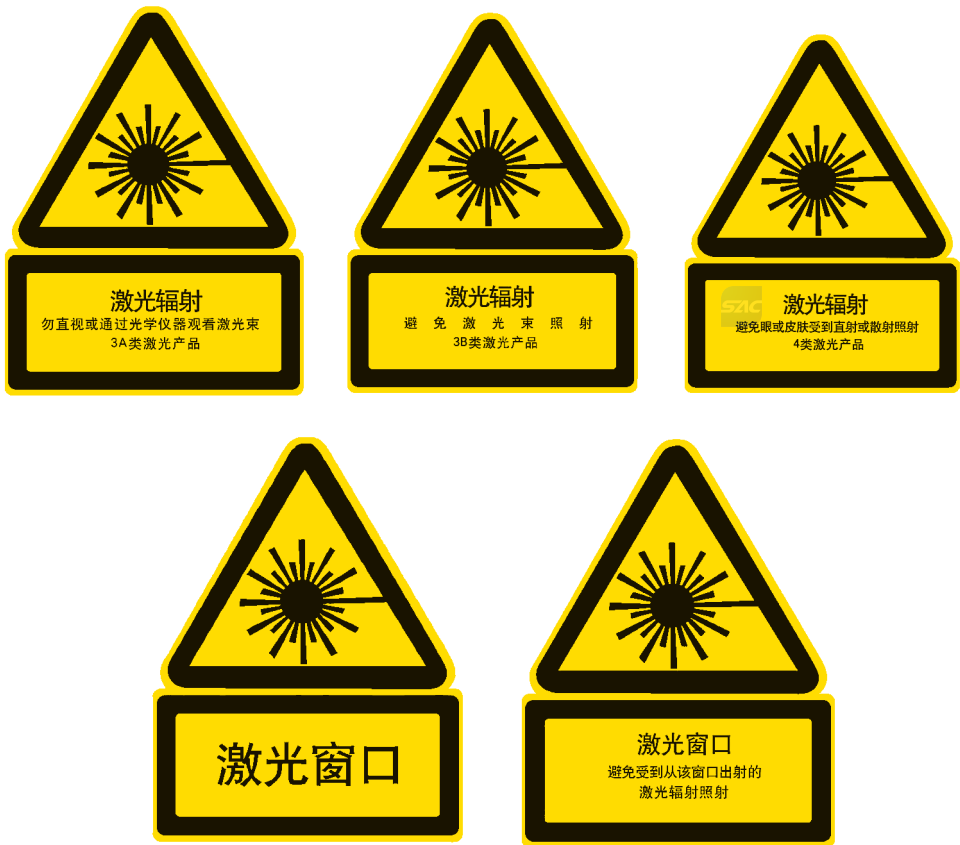

图 C.2 激光产品安全标志使用实例
C.4.1.1 对所有可能达到 2 类的激光产品都必须有激光安全标志。每台设备必须同时具有激光警告标志、激光安全分类说明标志和激光窗口标志,激光产品安全标志使用实例见图 C.2。